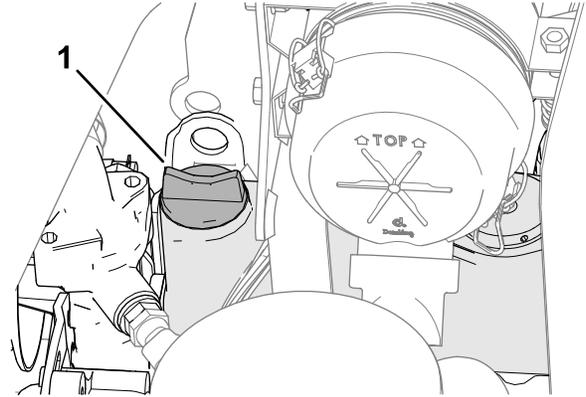

图 73
5. 如果油位较低请取下加油盖 (图 73) 缓慢添加少量机油不时检查油位直至油位达到量油尺上的“已满”标记。